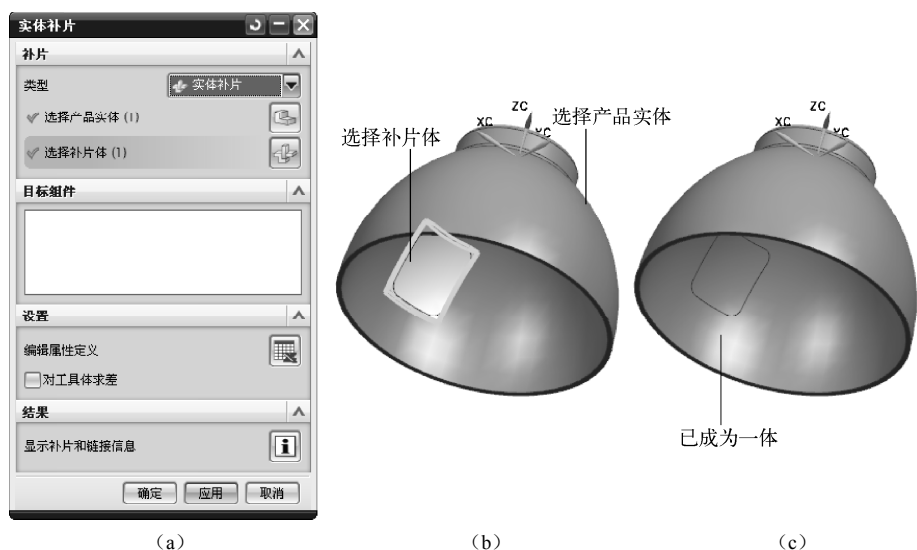

图 4-67 实体补片
(1) 单击【注塑模工具】工具栏中的【实体补片】按钮，弹出如图 4-67 (a) 所示的【实体补片】对话框。
(2) 如图 4-67 (b) 所示，在工作区选择需要补片的目标实体，然后选择前面修剪过的方块作为补片体，在对话框中单击【确定】按钮，完成实体补片，如图 4-67 (c) 所示。